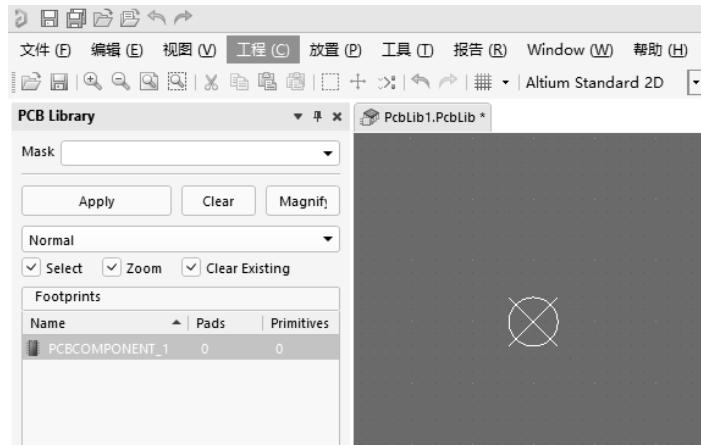

图 6-10 新建 PCB 库
(1) 执行菜单命令“文件-新的-库-PCB 元件库”，新建一个 PCB 库，出现默认命名为“PcbLib1.PcbLib”的 PCB 库文件和一个名为“PCBCOMPONENT_1”的元件，如图 6-10 所示。